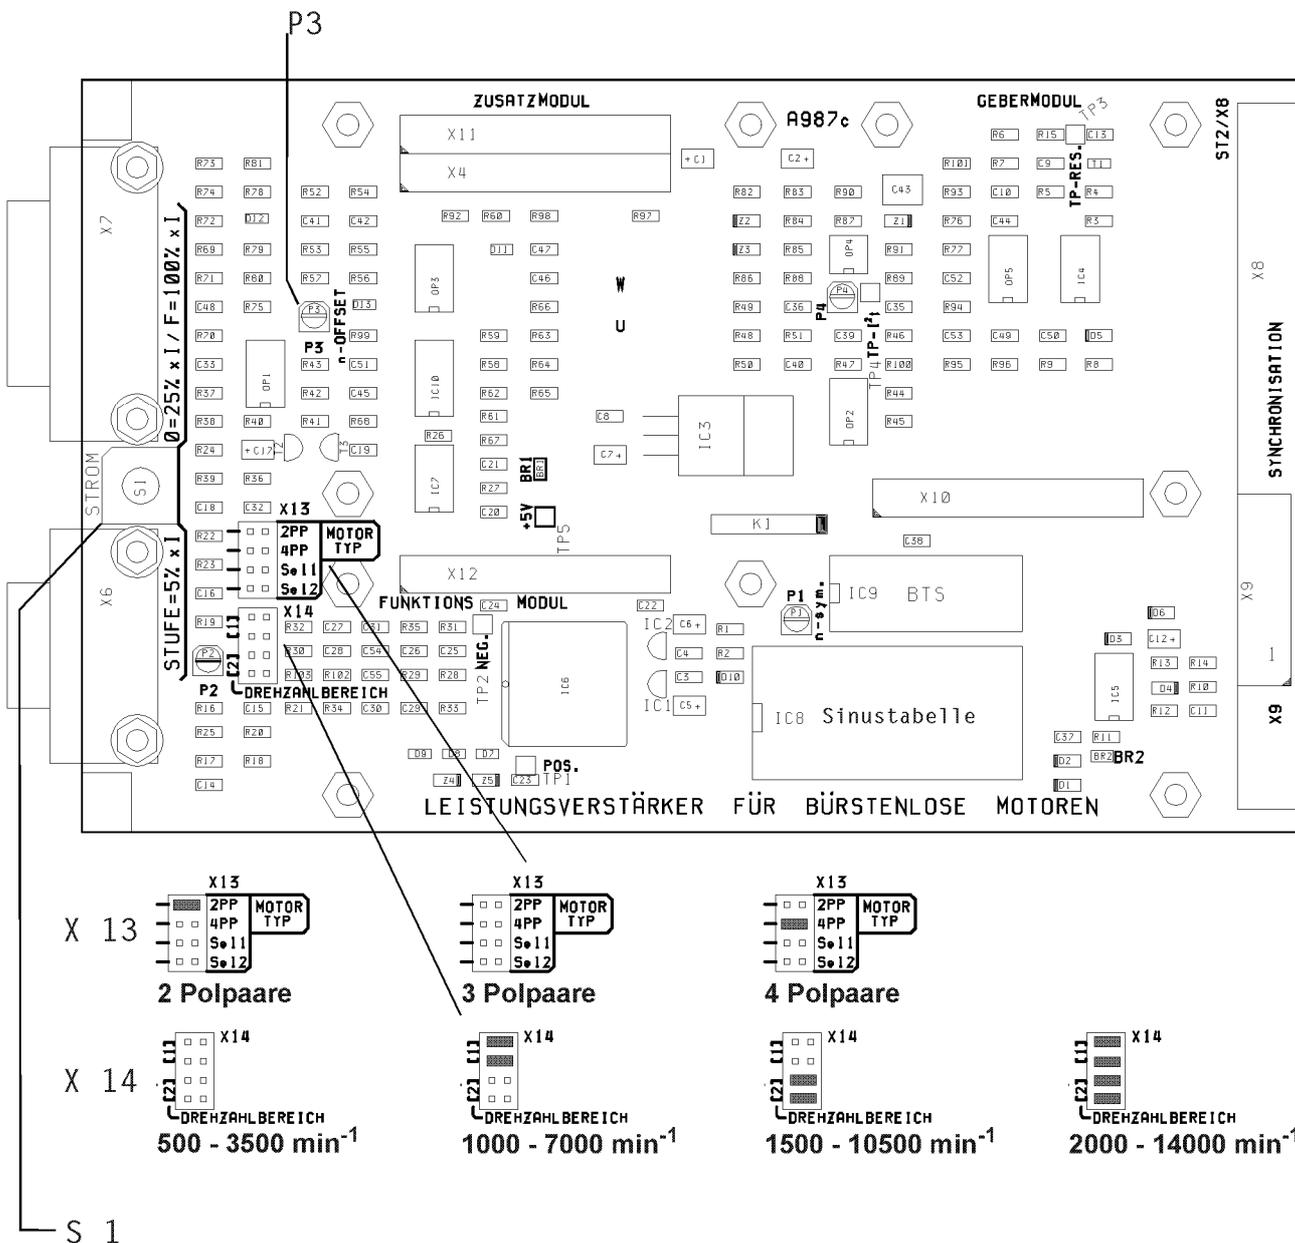

Bild 12: Lage der Steckbrücken auf der rechten Leiterplatte
Der Drehzahlregelbereich ist durch die Bestellvariante (K4, K5, KA und KB) bestimmt. Realisiert ist er durch Steckbrücken auf der Leiterplatte. Änderung durch Umstecken der Steckbrücken auf dem Feld X 14, beschriftet mit "DREHZAHLBEREICH". Es müssen jeweils 2 Brücken gleichzeitig gesteckt werden. Die Positionen sind mit [1] und [2] gekennzeichnet. Bild 12 zeigt die Lage der Steckbrücken und die Steckmöglichkeiten.
- Wenn der Verstärker mit einem Zusatzmodul ausgerüstet ist, dann muß der Nullpunkt wie nachfolgend beschrieben neu abgeglichen werden. Dazu wird außer dem Nullpunkt-Trimmer an der Frontplatte das SMD-Potentiometer auf der rechten Platine benötigt, das mit "P3 n-OFFSET" bezeichnet ist. Siehe auch Bild 12.
Es gibt 4 Steckpositionen für jeweils eine Brücke. Die Positionen sind mit 2PP, 4PP, Sel1 und Sel2 gekennzeichnet. Bild 12 zeigt die Lage der Steckbrücken und die Steckmöglichkeiten.